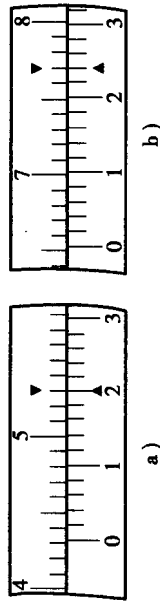

图 2—2
- 简述图 2—2 游标卡尺的读数方法，并读出下列游标卡尺的数值。